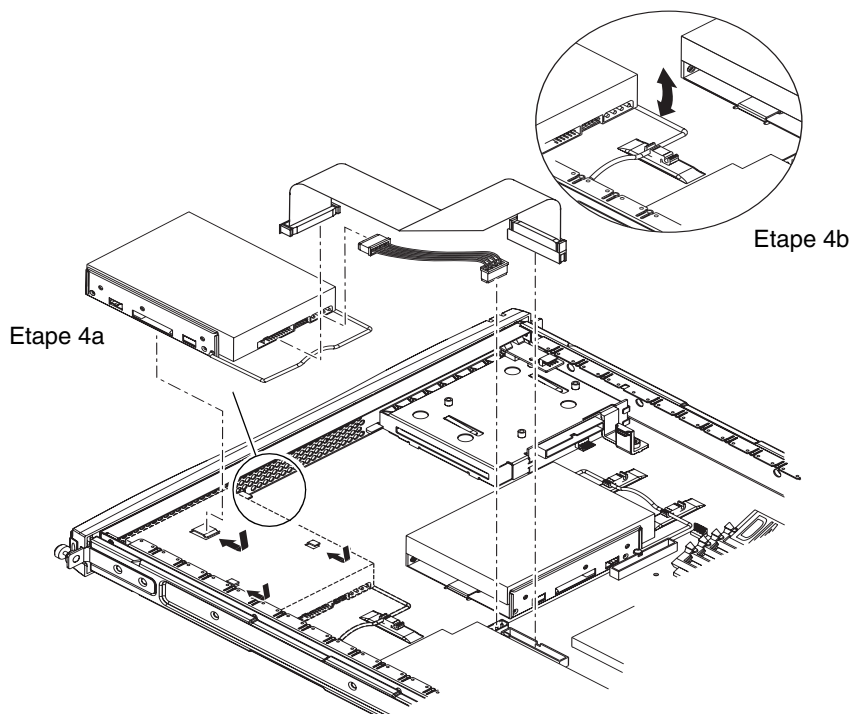

FIGURE 8-8 Installation d'un disque dur
4. Insérez et alignez le nouveau disque dur (voir la FIGURE 8-8).
5. Branchez les câbles d'alimentation et de données (voir la FIGURE 8-8).